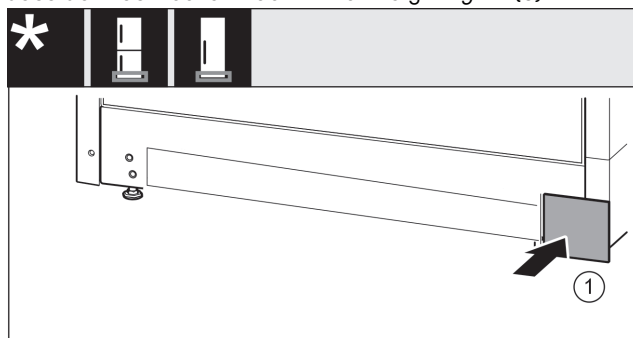

Fig. 18
- ▶ Abdeckung auf der anderen Seite wieder aufsetzen. Fig. 18 (1)